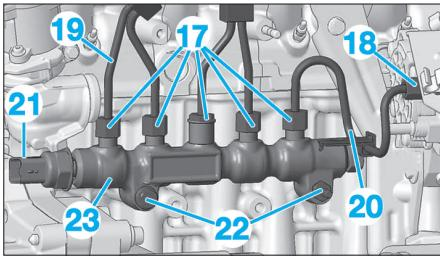

Fig. 43
- Desserrer les raccords (17) et (18) (Fig.43).
- Déposer les canalisations haute pression (19) et (20).
- Déconnecter le capteur haute pression carburant (21).
- les vis de fixation (22),
- la rampe commune haute pression (23).